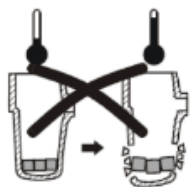

Рис. 4
- ложка опоки  ручкой  с учетом положения носика тигля. На рис. 4 показана маркировка положения ложка для основных размеров опок;